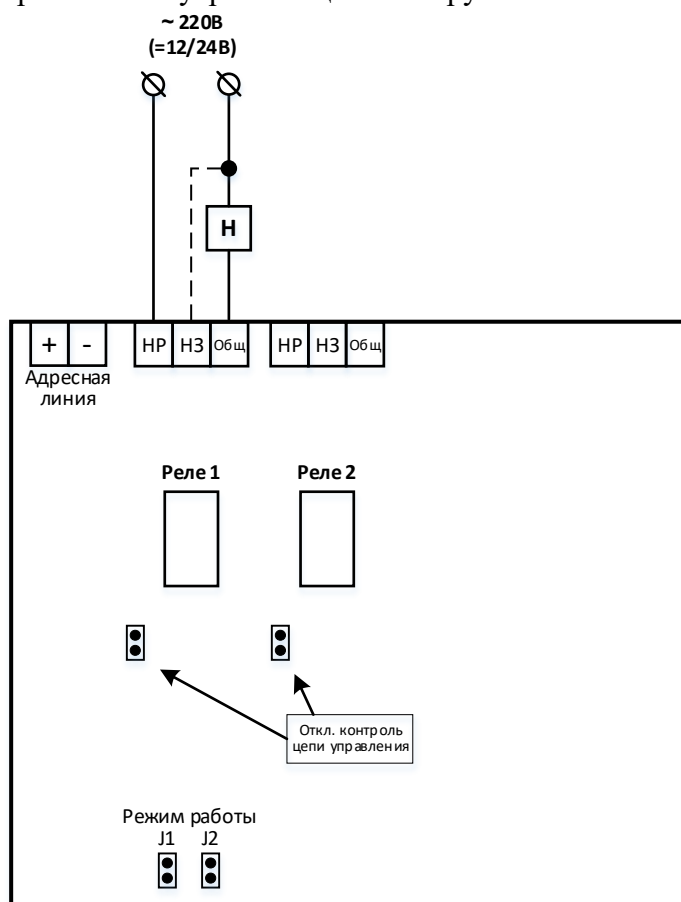

Рис.2. Расположение клемм и органов управления МАКС-У исп.2. Схема подключения нормально-выключенной нагрузки.
Установка режимов работы реле производится с помощью 2-х джамперов "Режим работы". Джампер J1 управляет режимом работы реле 1, джампер J2 - реле 2. Установленный джампер соответствует импульсному режиму работы, снятый – постоянному (см. Таблицу 2 и рис.2).
1.8. Каждое реле модуля имеет джампер отключения контроля цепи управления (см рис.2), что необходимо для проведения пусконаладки при отсутствии напряжения питания нагрузки, а также для поиска неисправностей в цепях управления (раздел 3). При установленном джампере контроль цепи управления отключен.
2. Напряжение нагрузки разрешается подавать не ранее, чем через 20сек после первого включения модуля, т.к. после транспортировки положение контактов реле может отличаться от указанного на рис.2,3.